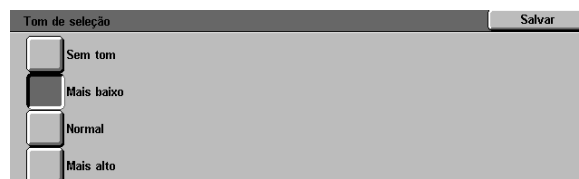

Figura 13: Tela de tom de seleção
- Para os tons de seleção, conflito e falha, toque em **Sem tom**, **Mais baixo**, **Normal** ou **Mais alto**. Veja a Figura 13.